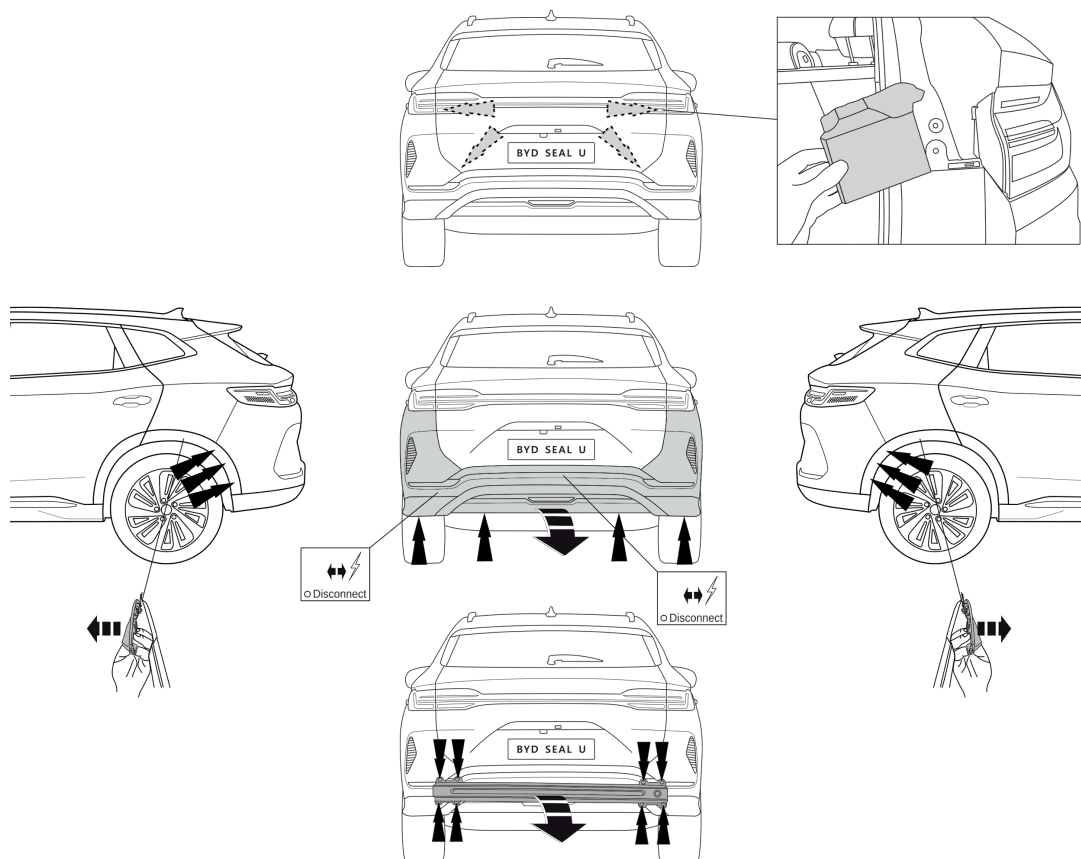

Fig. 1
1. Die Stößstange einschließlich des Stoßbalkens vom Fahrzeug abmontieren. Der Stoßbalken wird nicht mehr benötigt. Siehe Abbildung 1.
1. Снять бампер вместе со буферным брусом автомобиля. Буферный брус больше не понадобится. См. рисунок 1.